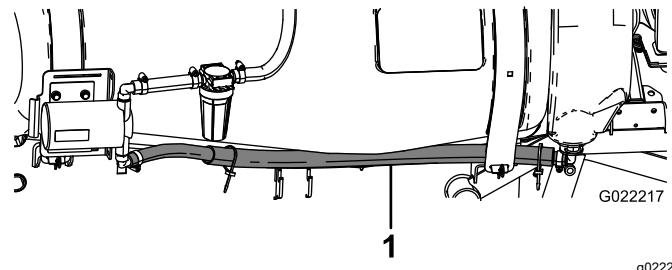

Bild 11
3. Schließen Sie das Ende des Schlauchs mit einer Schlauchklemme an die untere Schlauchzahnung an der Spülpumpe an (Bild 11).
1. Verlegen Sie den Spülbehälterschlauch zwischen dem vorderen Behälterriemen und der Seite des Behälters (Bild 11).